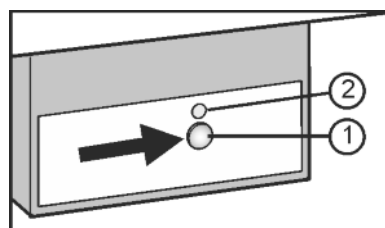

Fig. 18
- ▶ Натиснете бутона On/Off Fig. 18 (1), така че светодиодът Fig. 18 (2) да светне.